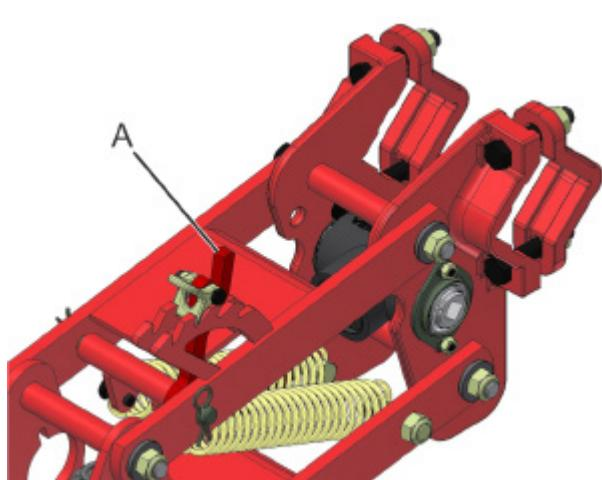
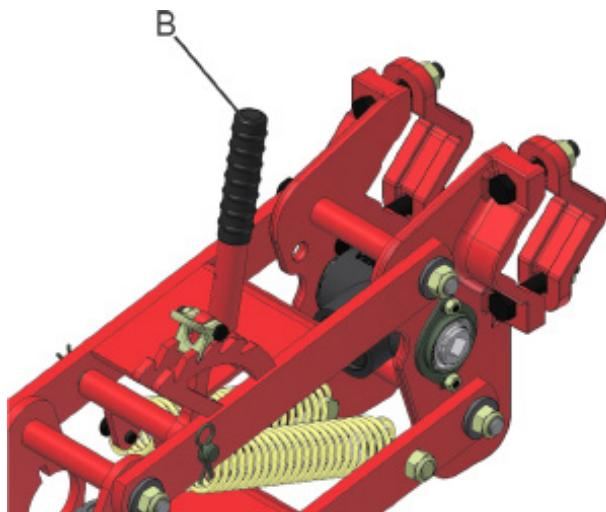

fig. 28
fig. 29
Para obtenção de maior amplitude (oscilação de altura) dos discos duplos da semente, desloque para frente ou para trás a alavanca reguladora (A) (fig. 28), com o auxílio do conjunto alavanca reguladora (B) (fig. 29) que acompanha a caixa de peças adicionais. Estas regulagens dependem dos desníveis apresentados no solo e na área plantada.